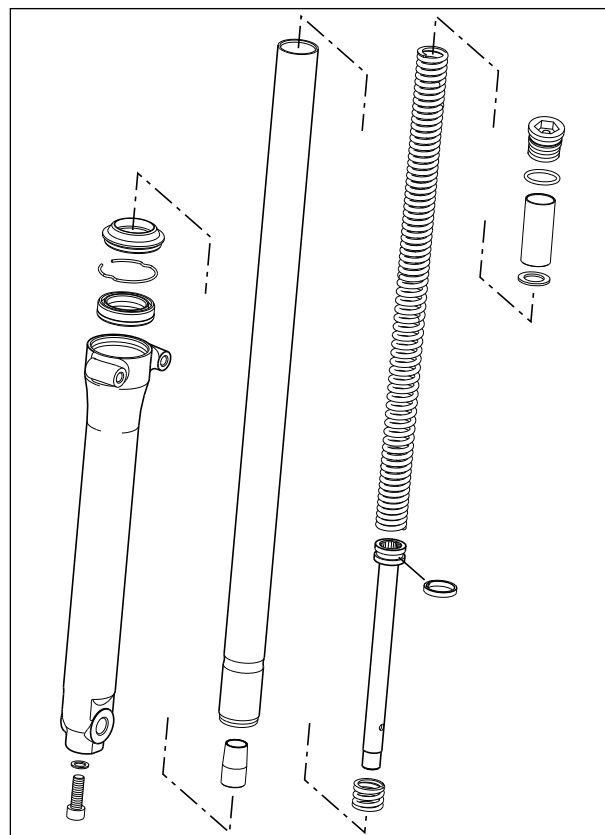

Fig. 6.40
- Consulte a vista explodida do conjunto do garfo dianteiro (Fig. 6.40) para detalhes de montagem.